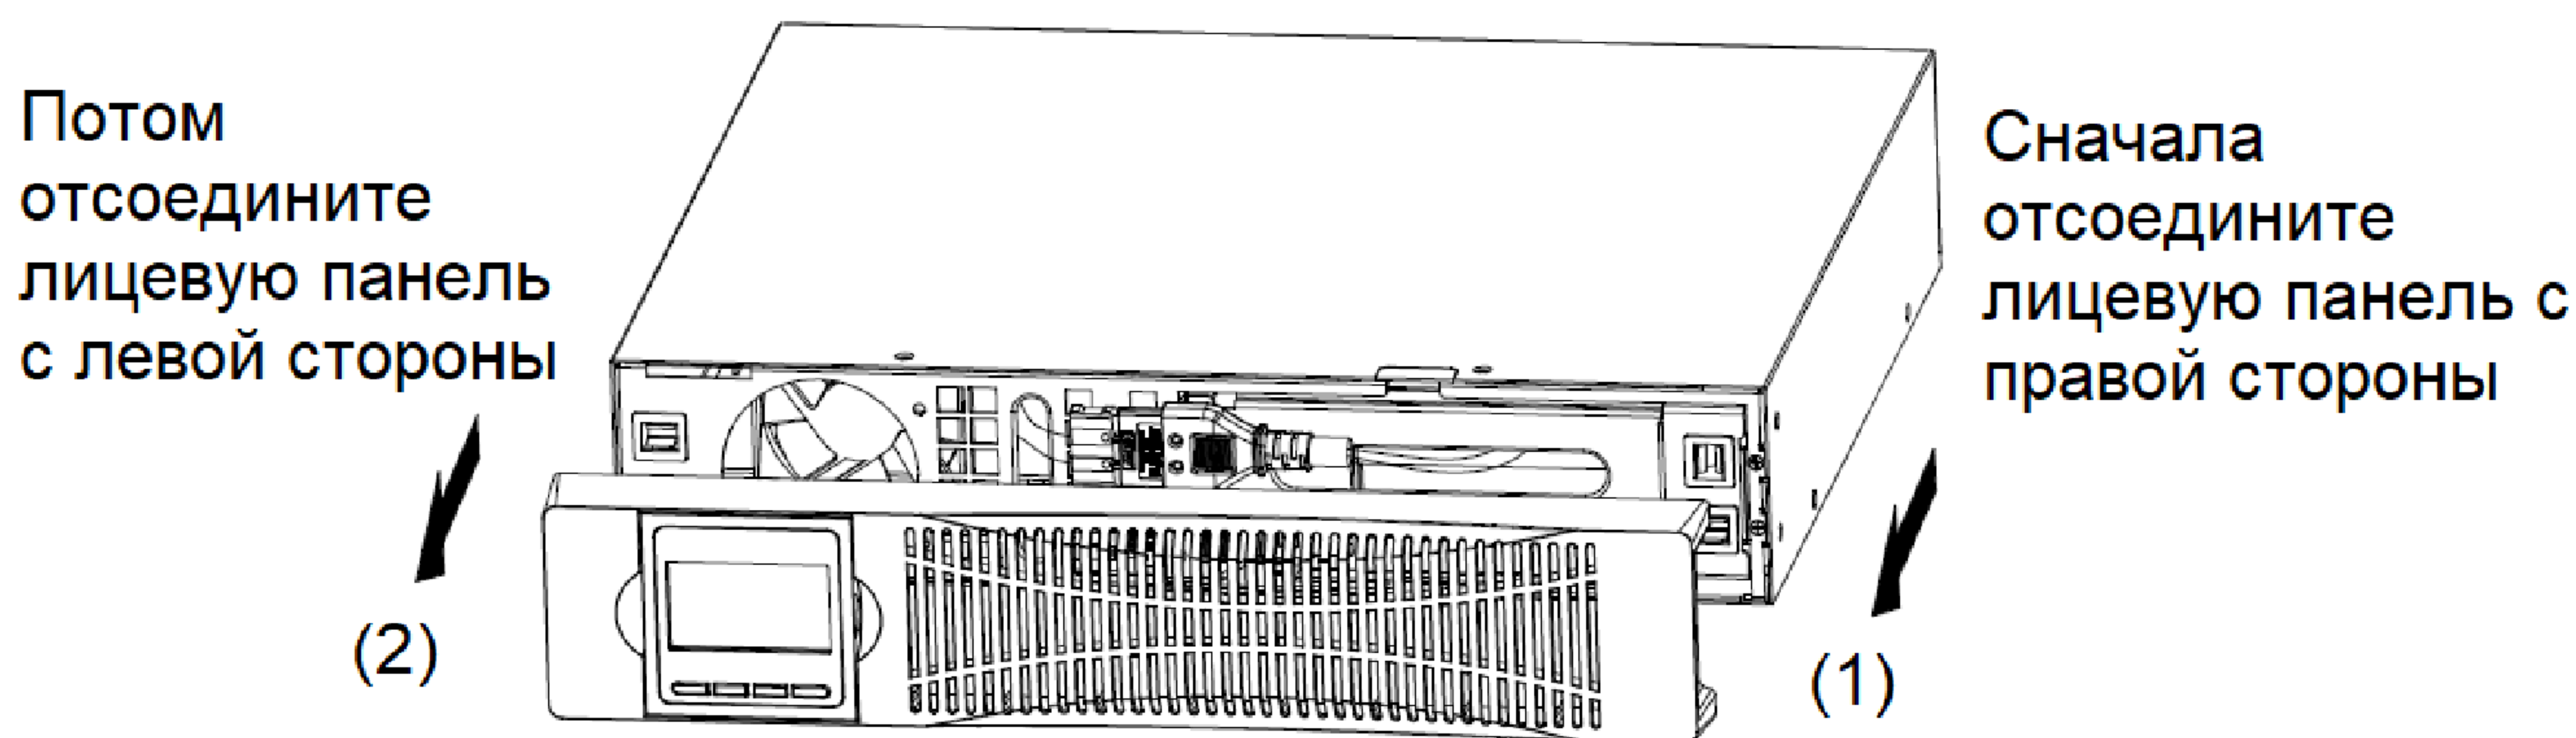

Рис.12 — Снятие передней панели
- 1) Разъем встроенных аккумуляторов находится под декоративной передней (лицевой) панелью. Для ее снятия необходимо нажать и удерживать левую сторону панели рядом с ЖК-дисплеем, потянуть правую сторону на себя. После отсоединения правой части передней панели, отсоедините ее левую сторону (см. Рис.12).